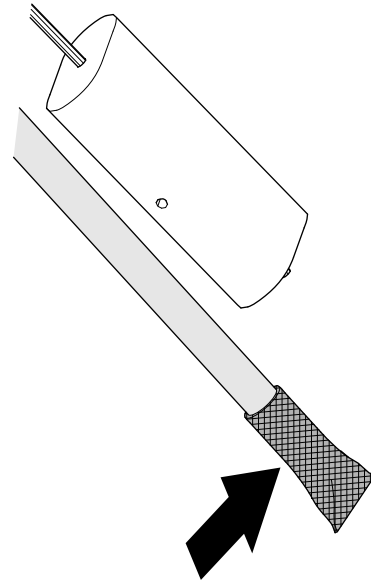

Figure 91
1. Nettoyez la crépine au bout du tube d'admission de carburant (Figure 91).